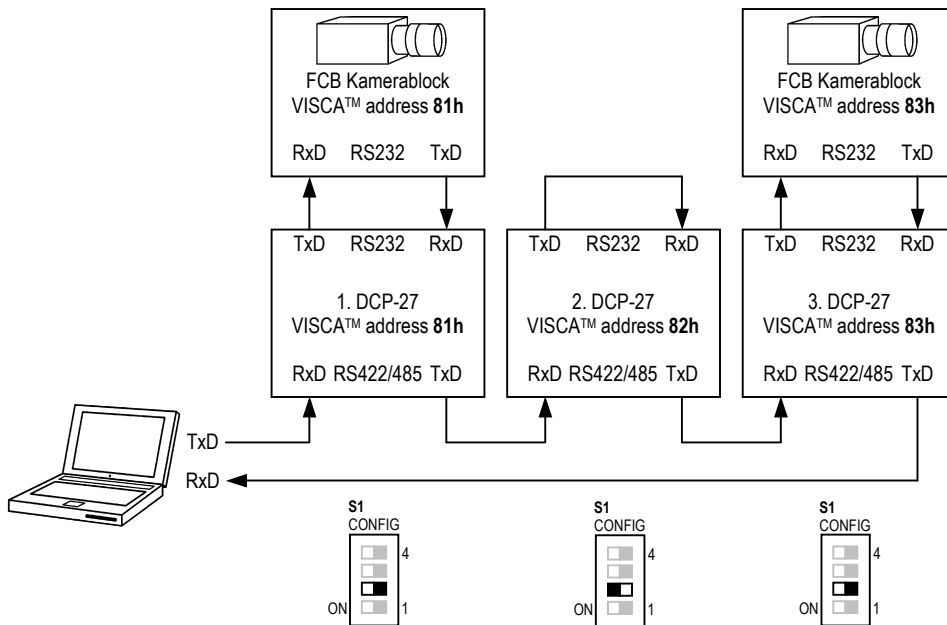

Bild 3 – Schalterstellung von SW2 in Abhängigkeit der Systemkonfiguration
**Hinweis:** Für den Betrieb des DCP-27 Controllers ohne SONY FCB-xxx Kamerablock (nur Schwenkneigefunktionen ohne Kamera z.B. für reine Scheinwerfersteuerung) muss der Schalter SW2 eingeschaltet werden wenn mehrere DCP-27 Controller in einer Kette betrieben werden. So erhält der nachfolgende DCP-27 Controller die nächste und nicht die gleiche VISCA™ Adresse. Die RS232 **RxD** und **TxD** Leitungen an X2 müssen dann ebenfalls immer miteinander verbunden werden wenn kein Kamerablock an die RS232 Schnittstelle angeschlossen wird (siehe Bild 3).